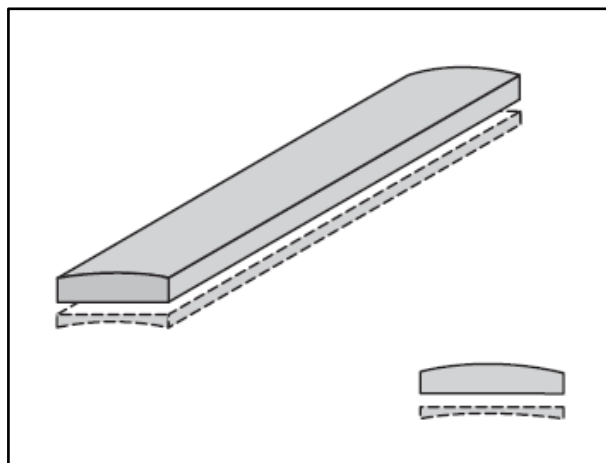

Рисунок 28.
- Если заготовка искривлена, расположите ее как на рис. 28.